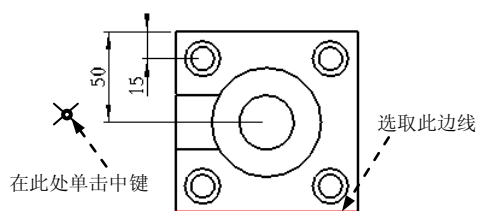
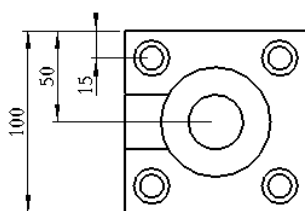

图 5.2.67 选取边线
图 5.2.68 尺寸显示 (三)
Step6. 在 **ATTACH TYPE (依附类型)** 菜单管理器中选择 **On Entity (图元上)** 命令，选取图 5.2.67 所示的边线，在图 5.2.67 所示的位置单击中键，此时在视图中显示尺寸，如图 5.2.68 所示。